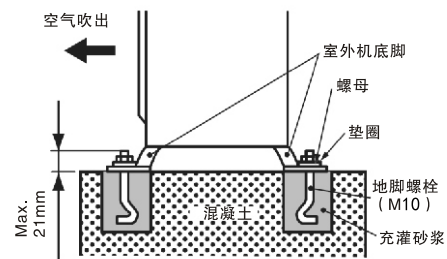

图4.1 地脚螺栓的安装
(1) 使用地脚螺栓紧固室外机，如图4.1所示使用附件提供的垫圈将室外机紧固到地脚螺栓上。